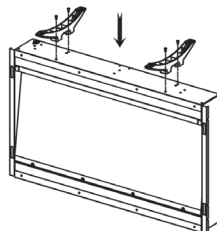

Abbildung 9
- Stellen Sie sicher, dass die Standfüße fest mit dem Kamingehäuse verbunden sind und befestigen Sie diese zusätzlich mit den vier im Lieferumfang enthaltenen Schrauben und ziehen Sie diese fest (siehe Abbildung 9).